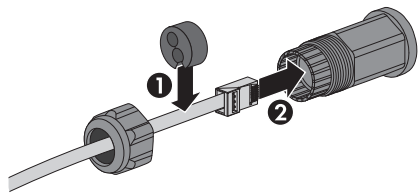

Figura 2.20 Far passare i cavi attraverso i passacavi
2. Far passare i cavi attraverso la base dell'inverter tramite i passacavi. Vedere figura 2.20.